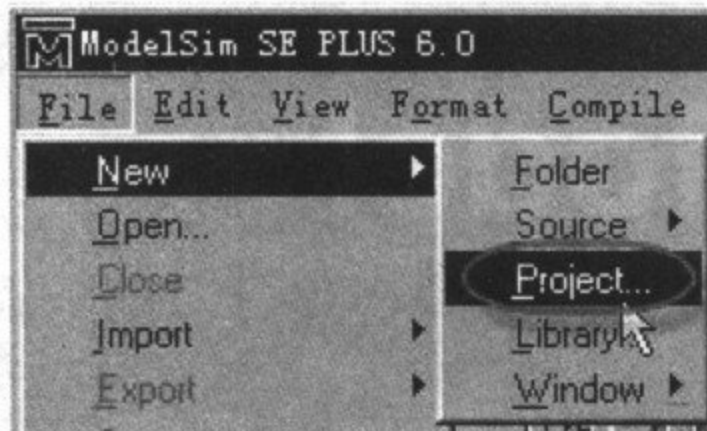

图 3-64 新建工程
(1)在主窗口中,单击菜单栏 File→New→Project...,如图 3-64 所示。